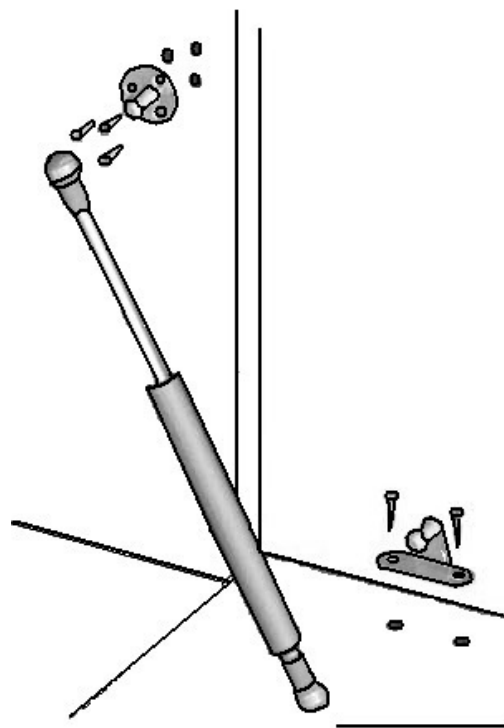

Рис. 2
3. На боковые стенки (9), (09) и внутреннюю сторону двери установить крепления для лифтов с помощью шурупов 3,5x13мм (рис.2).
Закрепить лифты в креплениях на боковых стенках и двери (рис. 2).